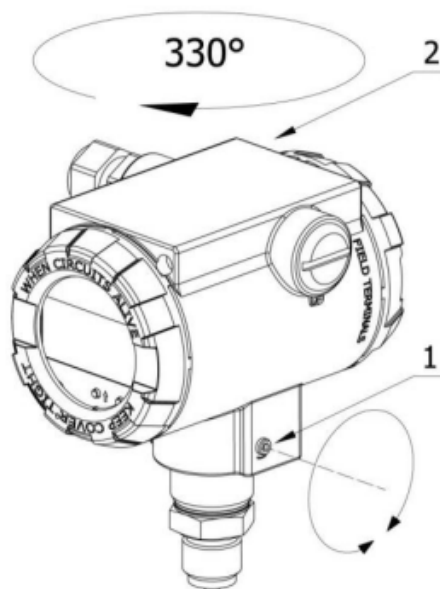

Рисунок 7– Порядок поворота корпуса
2.2.21 Преобразователь имеет возможность поворота корпуса относительно оси штуцера для правильной ориентации встроенного индикатора. Для этого необходимо ослабить стопорный винт 1 (рисунок 7) и повернуть корпус на необходимый угол.